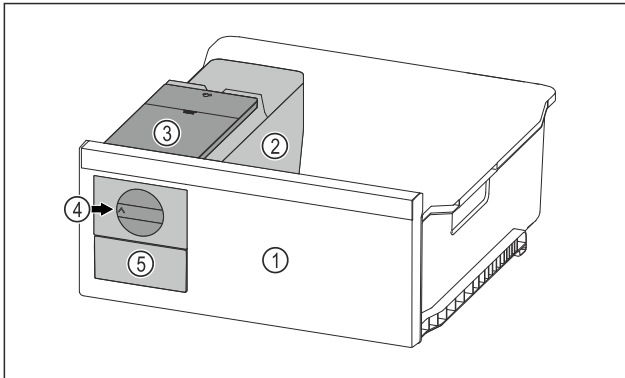

Fig. 99 Voorbeeld
- ▶ Draaiknop Fig. 99 (4) rechtsonder tot aan de aanslag draaien.
▷ Ijsblokjes vallen uit de ijsblokjeschaal in de ijsblokjeslade Fig. 99 (5).